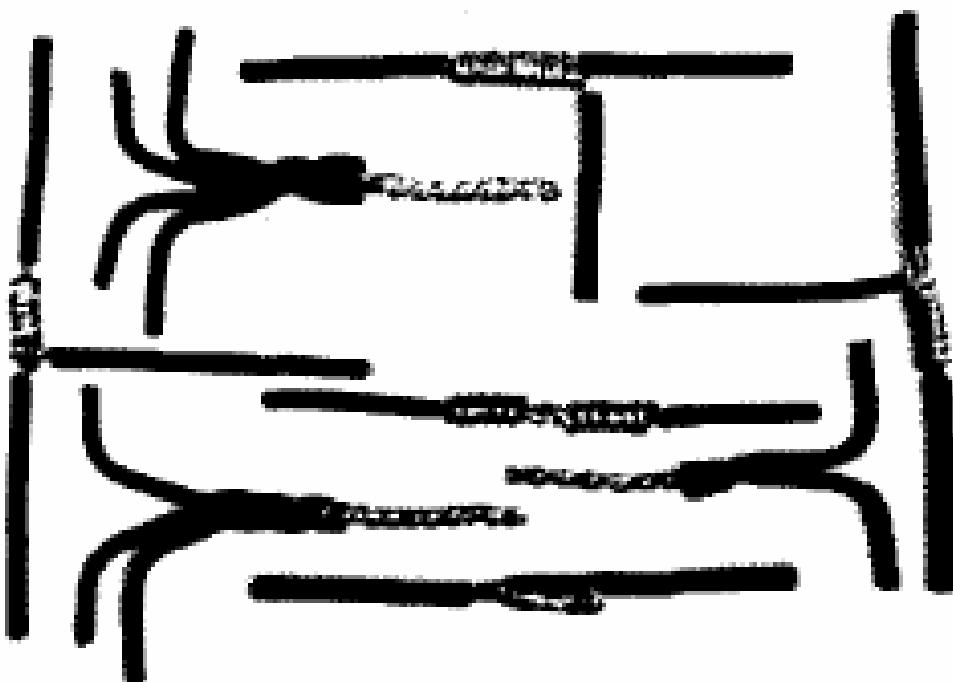

Figura 10.70
- c. As emendas, após a soldagem, apresentam o aspecto da **figura 10.70**.